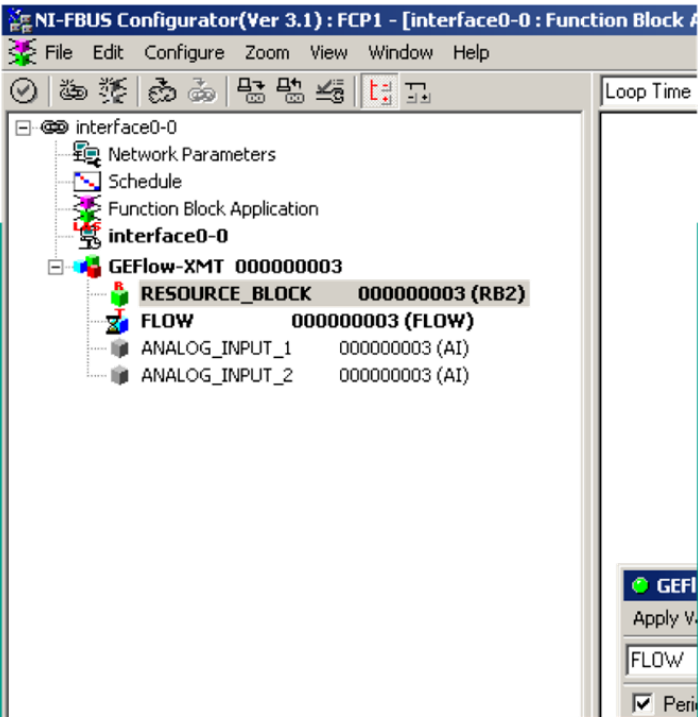

Figura 40: Ejemplo de configuración de la herramienta
El siguiente es un ejemplo de configuración utilizando la utilidad de configuración v3.1 de National Instruments. La figura 40 muestra la utilidad de configuración con un caudalímetro en la red (Panametrics Flow-XMT).
1. Haga doble clic en el bloque de IA para el que desea configurar las unidades (ANALOG_INPUT_1 (ENTRADA ANALÓGICA 1) o ANALOG_INPUT_2 (ENTRADA ANALÓGICA 2) en el árbol bajo GEFLOW-XMT; ver la figura 40).
1. Haga doble clic en el bloque de transductores FLOW (en el árbol bajo GEFLOW-XMT; consulte la figura 40).